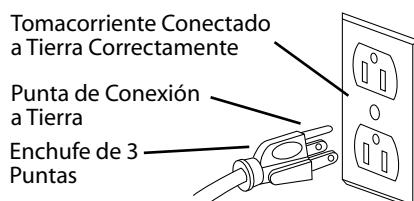

Figura 4 – Receptáculo de 3 puntas.
- Esta rectificadora está equipada con un cordón de 3 conductores con capacidad para 300V y un enchufe de conexión a tierra de 3 clavijas (ver Figura 4) para protegerle contra los peligros de choque.
- El enchufe de conexión a tierra se debe enchufar directamente en un receptáculo de 3 clavijas debidamente instalado y conectado a tierra. (Figura 4).